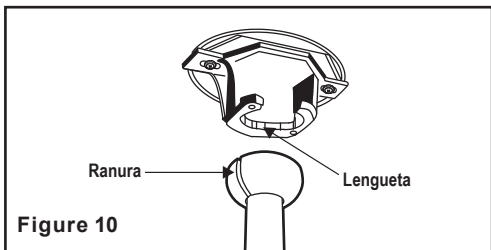

Figure 10
**Paso 9.** Coloque la bola de la barra en la ranura del soporte de suspensión. (Fig. 10)